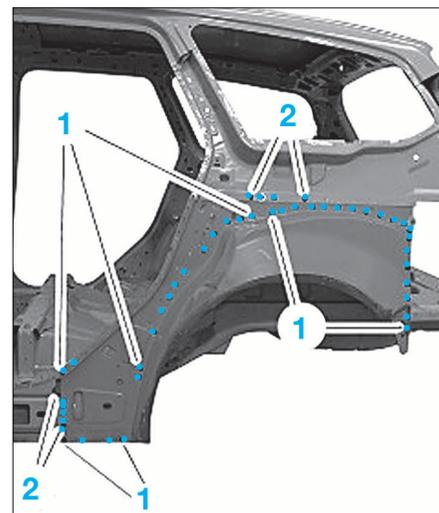

FIG. 90
- Souder par résistance par points les points de soudure (1) (Fig.90) du passage de roue.